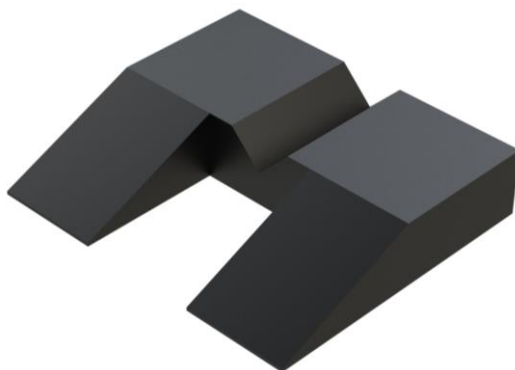

Рисунок 15. Подушка для позиционирования на спине.
7. Подушка для позиционирования на спине (опция). (Рисунок 15). Для позиционирования пациента на спине, предотвращает парез нервного сплетения и стабилизирует положение головы. Размеры (ДхШхВ) 440х500х100.